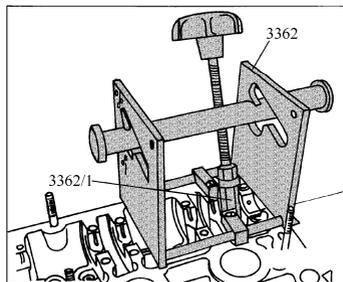

图 2-87 用紧固螺栓将 3362/1 装到缸盖上
7) 如图 2-87 所示，用紧固螺栓将 3362/1 装到缸盖上。